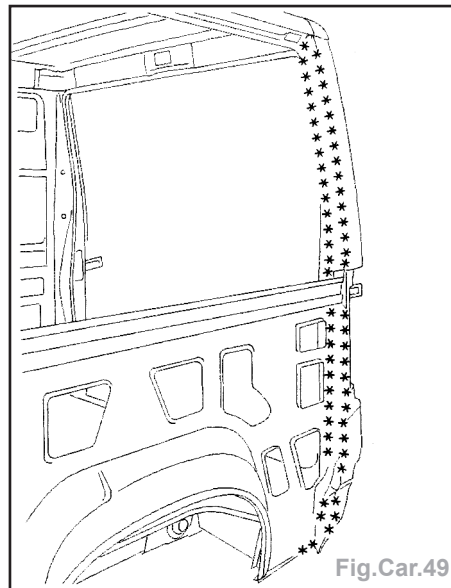

Fig.Car.49
- Sur les tôles de montants (Fig.Car.49) :